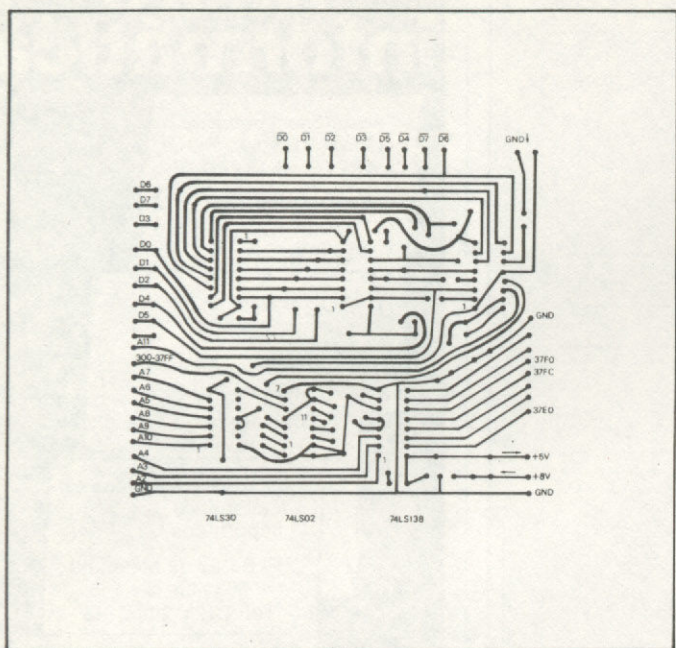

Figura 5 - Layout do circuito impresso da placa adaptadora
- Figura 5 – layout do circuito impresso da placa adaptadora;